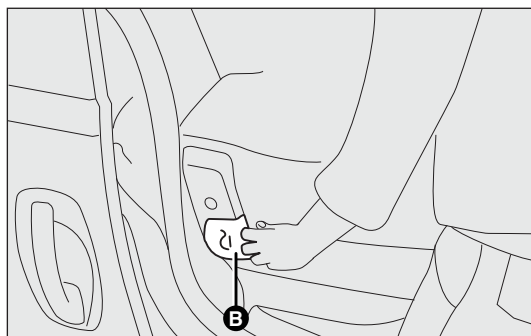

рис. 89b
- ❑ для дальнейшего увеличения грузового отсека поднимите рычаг В- рис. 89b, расположенный сбоку от автоматически поднятой подушки, вручную полностью сложите вперед сиденье и спинку рис. 89с.